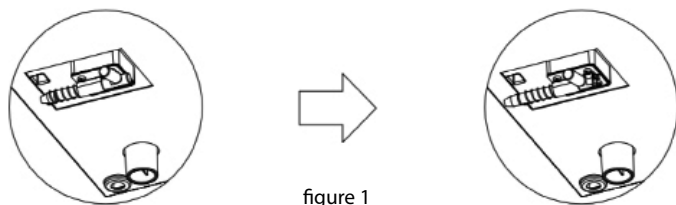

figure 1
1. Poser l'Appareil principal (A) sur le dessus du Compartiment de rangement (B).
2. S'assurer que les deux goupilles d'insertion à la base de l'Appareil principal (A) s'alignent correctement de manière à ce que l'Appareil principal (A) puisse se verrouiller sous la barre du Compartiment de rangement (C) (voir figure 1).